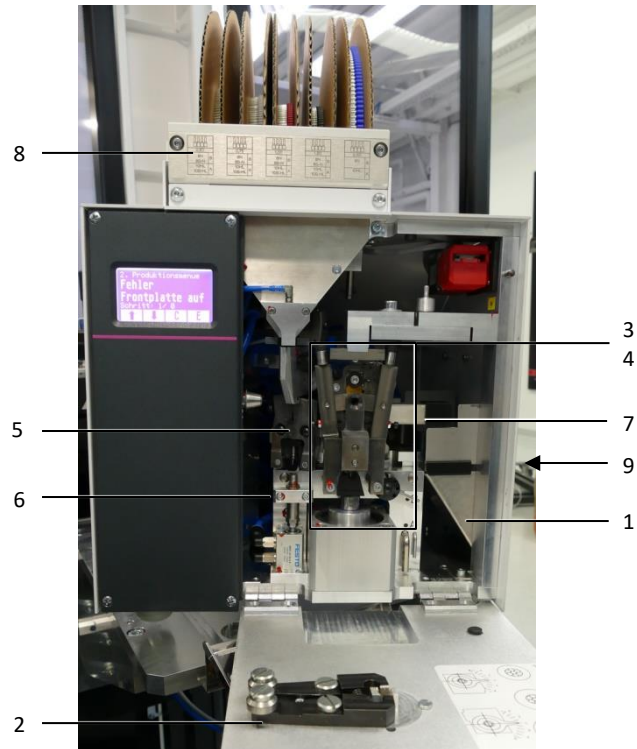

Fig. 21: Oversigt over servicepunkter
- Løsn skrueerne, og fjern afdækningen (fig. 21, pos. 8)